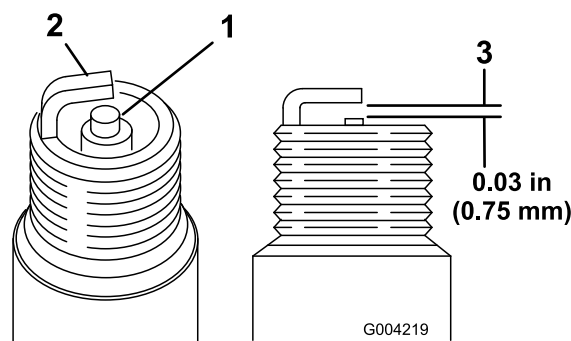

Figura 50
1. Controllate la parte centrale di entrambe le candele (Figura 50). Se l'isolatore è di color marrone chiaro o grigio, il motore funziona correttamente. Una patina nera sull'isolatore significa in genere che il filtro dell'aria è sporco.
2. Controllate la distanza tra gli elettrodi centrale e laterale (Figura 50).
3. Piegare l'elettrodo laterale (Figura 50) se la distanza non è corretta.